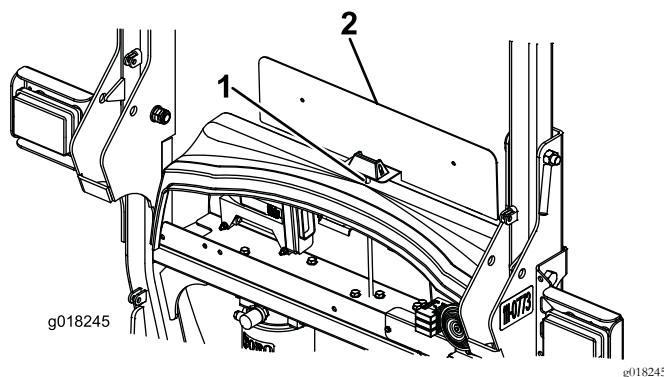

Figura 10
1. Praticare un foro di 8 mm di diametro al centro della copertura della piastra in plastica, a circa 40 mm dalla parte anteriore (Figura 10).